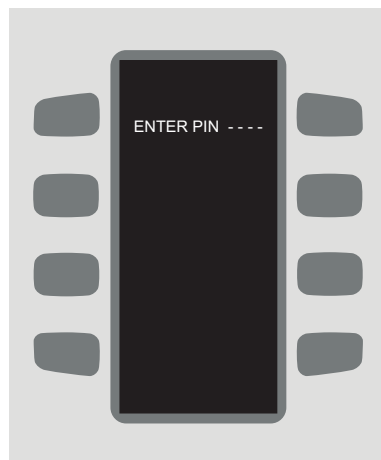

FIGURE 16 : Écran Enter PIN (Entrer code personnel)
2. Entrez le code 8-4-3-3 (T-I-D-E) et appuyez sur ENTER (Figure 16).